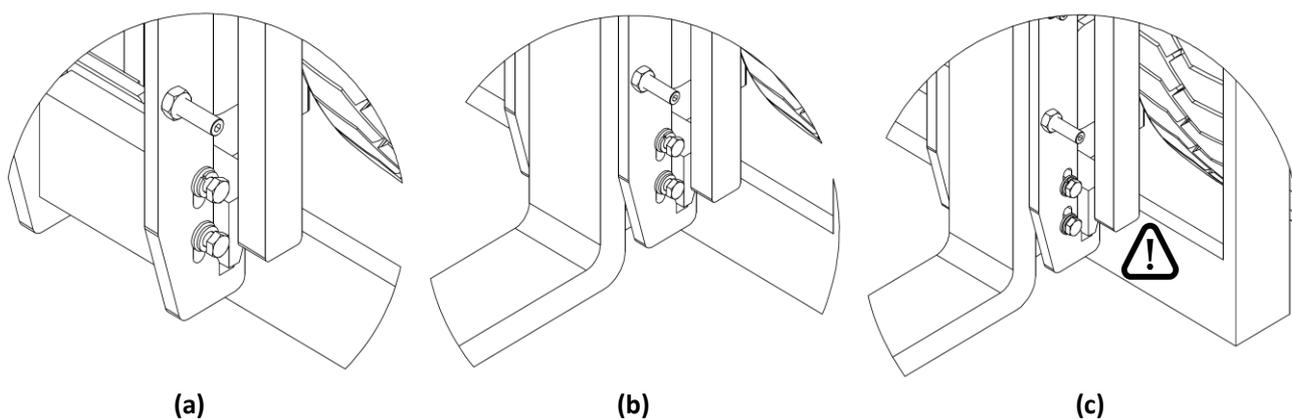

Figura 13
1. Afloje los tornillos laterales del gancho inferior de las horquillas para que se pueda mover al extremo superior de la ranura correspondiente. Manténgalo en esta posición hasta que se aplique la horquilla (mira *Figura 13, a*).
2. Posicionar la horquilla (mira *Figura 13, b*).
3. Regrese el gancho a su posición original y apriete los tornillos que lo sostienen (mira *Figura 13, c*).